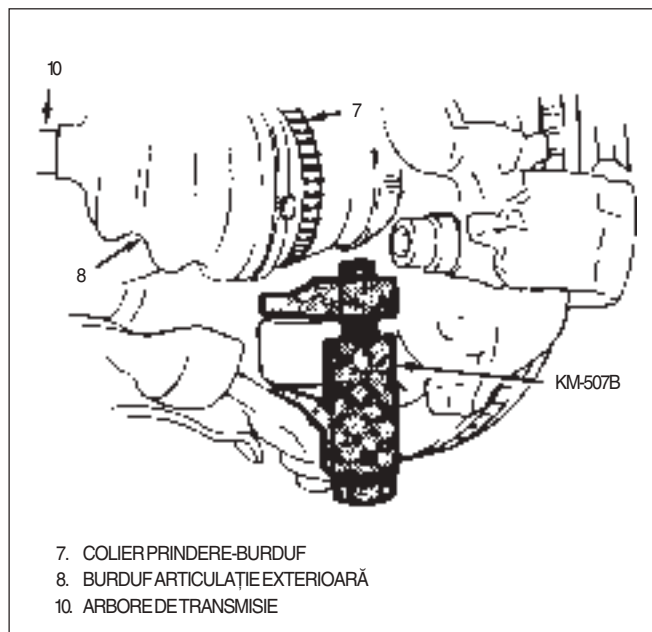

Fig. 4 Rotula din pivot
- 3) Se montează brațul inferior la jambă (fig. 4).